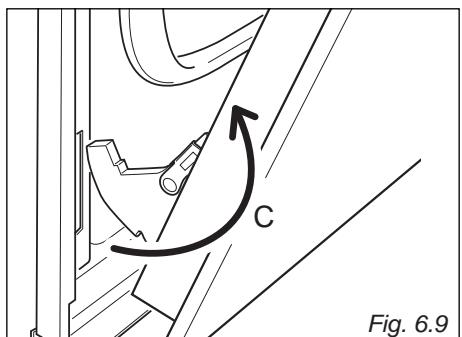

Fig. 6.9
- Trekk ovnsdøren av som vist på "C" (Fig. 6.9).